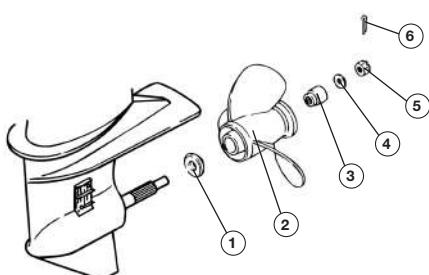

Рис. 62 Схема установки гребного винта
- Открутите гайку 5 крепления винта и снимите шайбу 4 и втулку 3 (Рис. 62).
- Сдвиньте и снимите гребной винт 2 с вала (Рис. 62).
- Снимите с вала упорную шайбу 1 (Рис. 62).
- Установите на вал упорную шайбу 1, гребной винт 2, втулку 3 и шайбу 4. Накрутите гайку 5 крепления гребного винта (Рис. 62).